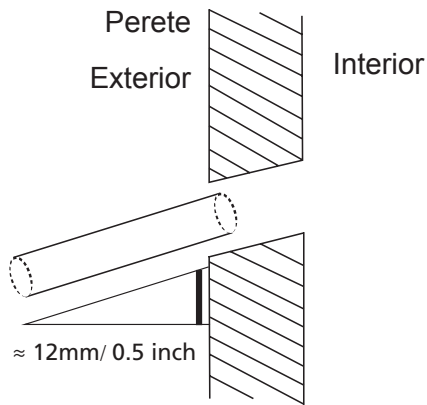

Fig. 6.5
- Strapungeti peretele folosind un burghiu de 65mm (2.5in) sau 90mm (3.54in). Asigurati-va ca strapungerea este facuta cu inclinare inferioara, pentru ca punctul de iesire sa fie mai jos decat punctul de intrare cu 12mm. Aceasta inclinare v-a asigura o scurgere mai eficienta a apei (vezi fig. 6.5). Introduceti tubul de protectie in interiorul strapungerii. Acesta va proteja marginile si va ajuta la sigilarea strapungerii atunci cand finalizati instalarea.